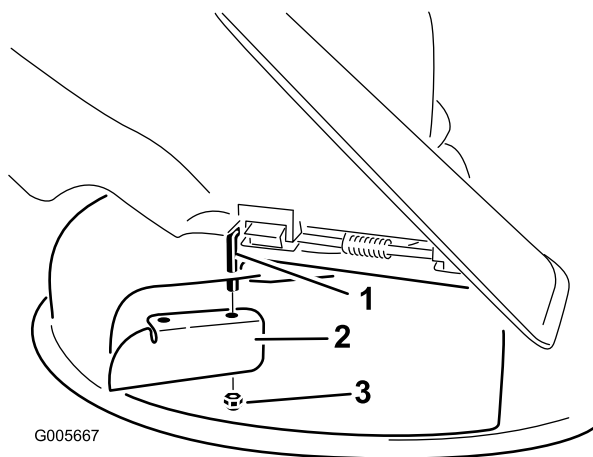

Figura 15
7. Installate il deflettore di scarico sull'asta di rotazione visibile (Figura 15).
3. Staccate il deflettore di scarico dal piatto di taglio (Figura 15).